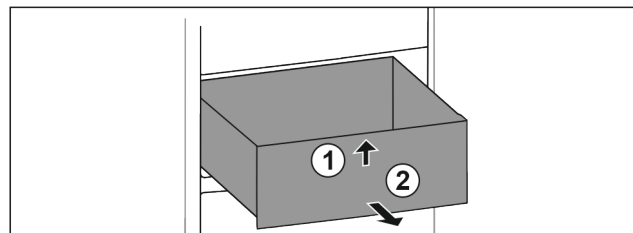

Fig. 14
- ▶ Aan voorzijde optillen Fig. 14 (1).
- ▶ Er naar voren toe uitnemen Fig. 14 (2).